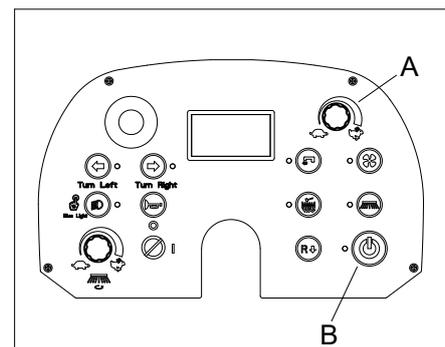

Abb. 12
Im Falle des Betriebs auf nassen Böden, muss das Vakuumsystem zur Vermeidung der Beschädigung des Staubfilters durch Drücken der Saugtaste (A, Abb. 12) ausgeschaltet werden.
5. Für den korrekten Betrieb der Maschine muss der Staubfilter so sauber wie möglich sein. Schalten Sie zum Reinigen während des Kehrens den Filtrerrüttler ein, indem Sie die Filtrerrüttlertaste (B, Abb. 12) drücken. Während dieses Vorgangs wird der Saugmotor automatisch abgeschaltet. Nach dem Reinigen des Filters nimmt das Saugsystem automatisch weiter seinen Betrieb auf; beginnen Sie im Anschluss wieder mit dem Kehren. Während der Arbeit kann der Modus „automatische Filterreinigung“ durch Drücken der Filtrerrüttlertaste (B, Abb. 12) für 1 Sekunde aktiviert werden, wodurch der Filterreinigungsvorgang im Durchschnitt alle 10 Minuten wiederholt werden kann (abhängig von der Staubigkeit des zu reinigenden Bereichs kann das Intervall von 1 bis 60 Minuten eingestellt werden. Zur Parametereinstellung siehe die Service-Anleitung).